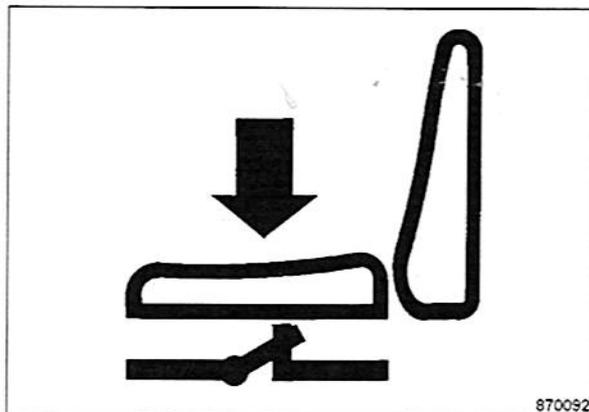

Fig. 50
- El motor se debe arrancar siempre desde el asiento de conductor con conmutador de contacto de asiento (Fig. 50).